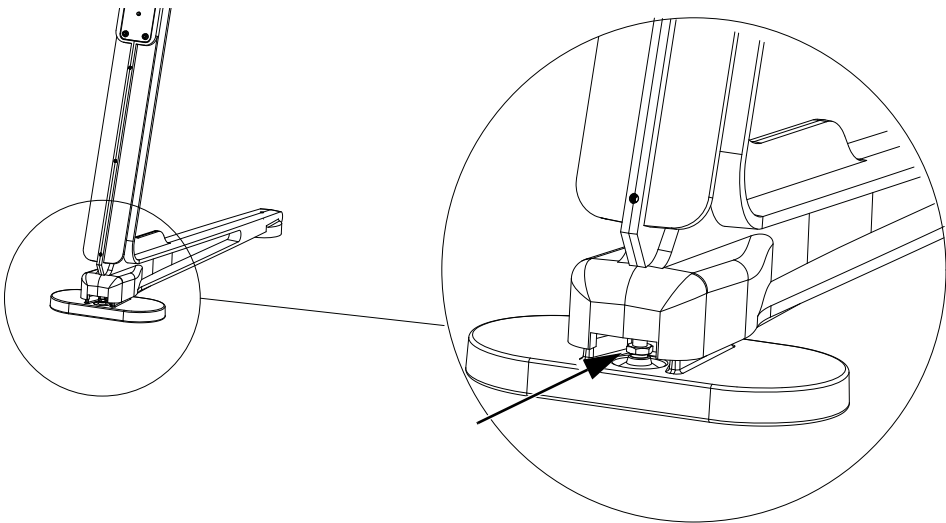

图 7 后端支腿调平脚
- 使用 13 mm 开口扳手（随附在支腿包装中）调整后端调平脚（见图 7）。从上往下看支脚时，顺时针转动扳手可上调，逆时针转动可下调。